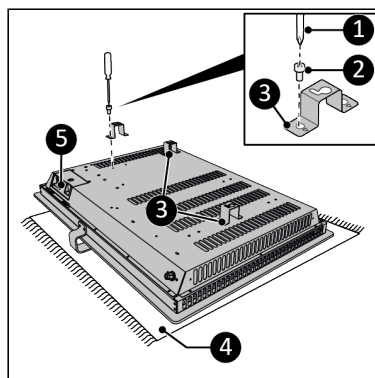

Figure 62.
12. Posez l'appareil sur une surface douce et stable (Figure 62, pos. 4).
13. Vissez et serrez trois supports (Figure 62, pos. 1) des deux côtés du corps principal (Figure 62, pos. 5) avec une petite vis (Figure 62, pos. 2) à l'aide d'un tournevis Phillips (Figure 62, pos. 3).